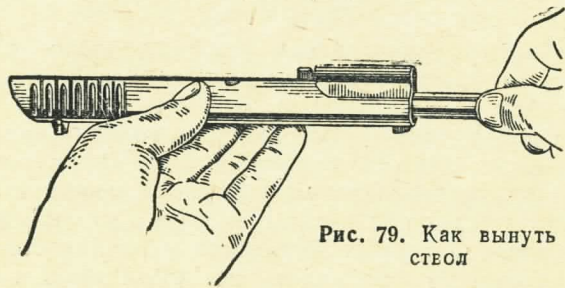

Рис. 79. Как вынуть ствол
6) **вынуть ствол:** повернуть затвор так, чтобы опорные выступы затвора вышли из кольцевых проточек ствола и ствол несколько сместился вперед; наклонив серьгу вперед, правой рукой вынуть ствол (рис. 79);